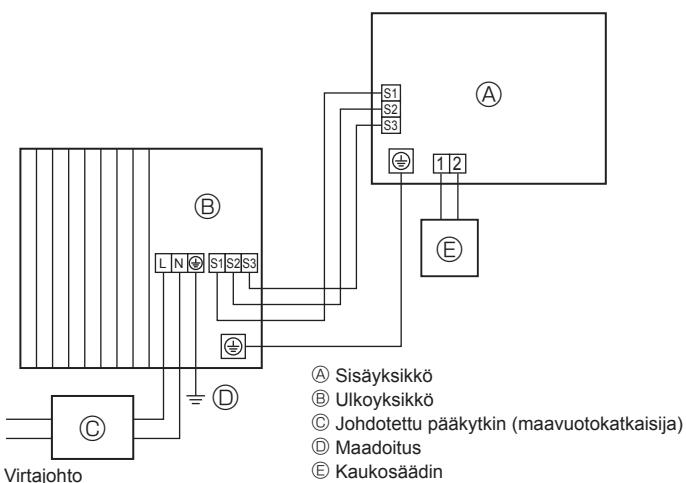
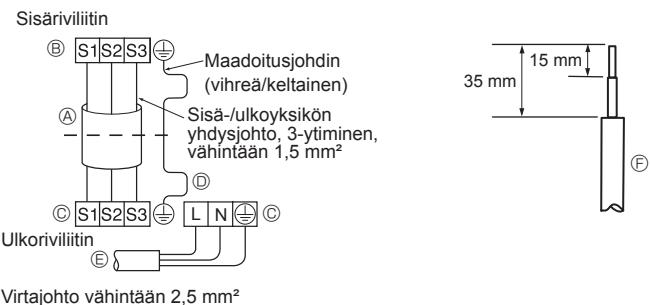
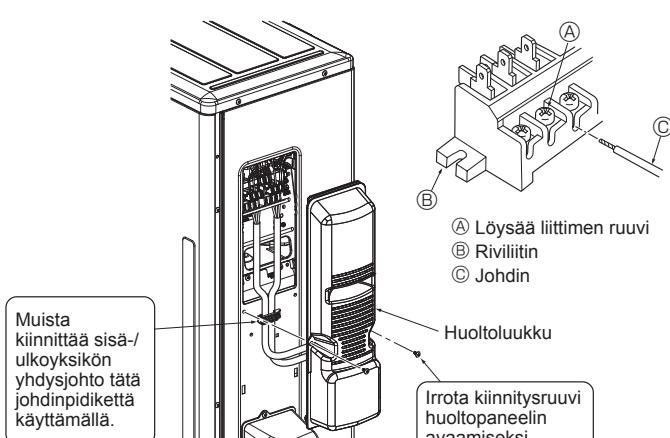

Fig. 6-1
Fig. 6-2
Fig. 6-3
6.1. Ulkoyksikkö (Fig. 6-1, Fig. 6-2, Fig. 6-3)
- ① Irrota huoltopaneeli.
- ② Johdota kaapelit Fig. 6-1, Fig. 6-2 ja Fig. 6-3 mukaisesti.
- Suorita johdотus vasemmassa alakulmassa olevan kaavion mukaisesti. (Hanki kaapeli paikallisesti.) (Fig. 6-2)